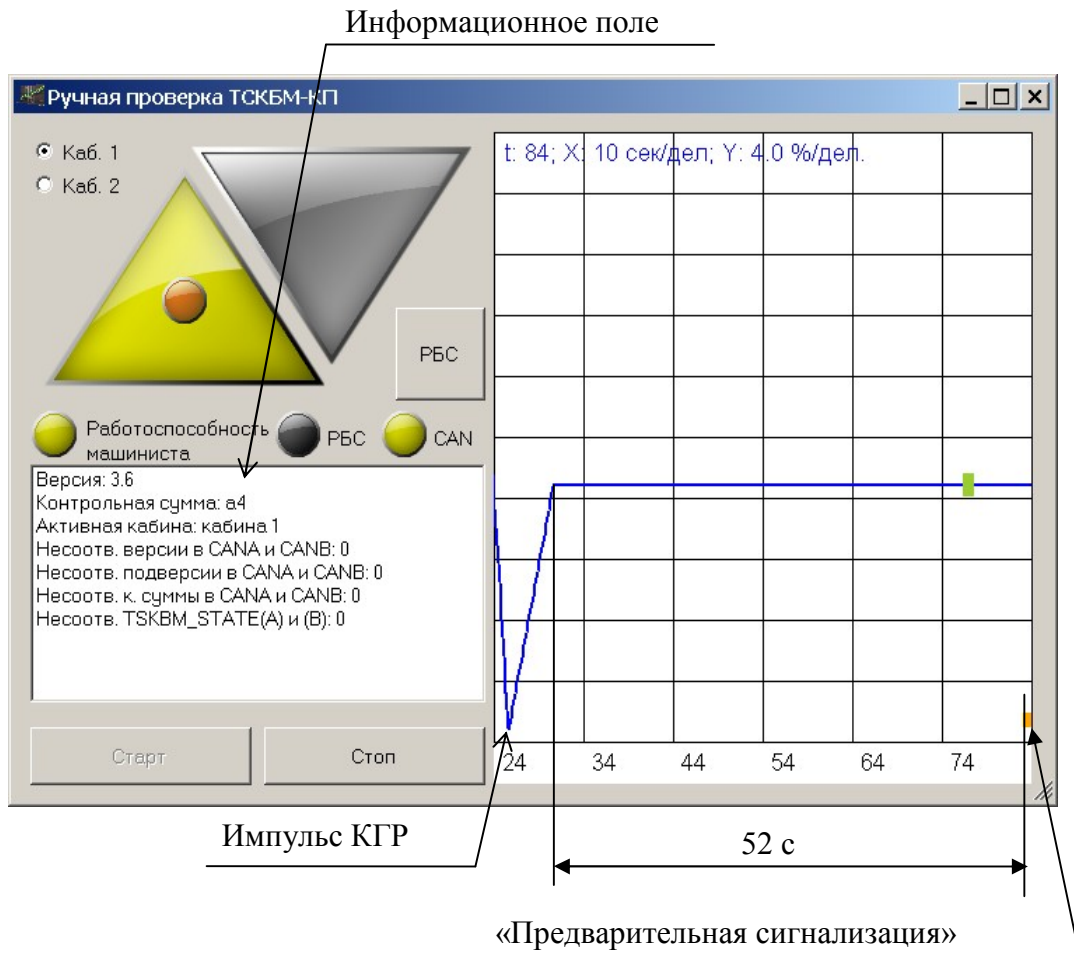

Рисунок 2.91 – Время от прохождения импульса КГР до предварительной сигнализации
- Убедитесь, что на блоке ТСКБМ-КП и в окне программы «БЛОК тест» индикатор «Приём» включился, а на графике линия данных стала отображаться синим цветом, см. рисунок 2.91.
д) Убедитесь, что после нажатия кнопки «КГР» на линии данных на графике в окне программы сформировался импульс КГР, см. рисунок 2.91.
ж) Убедитесь, что спустя 52 секунды после прохождения импульса КГР включится индикатор «Предварительная сигнализация», см. рисунок 2.91.